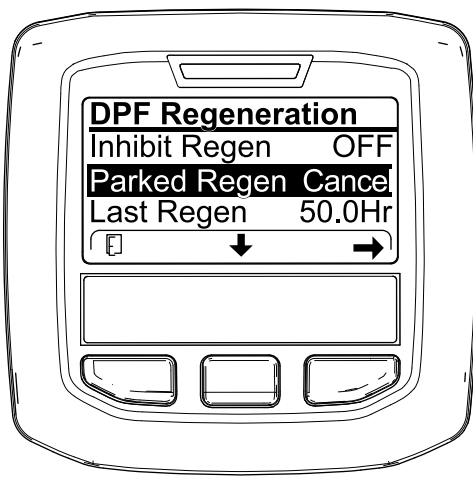
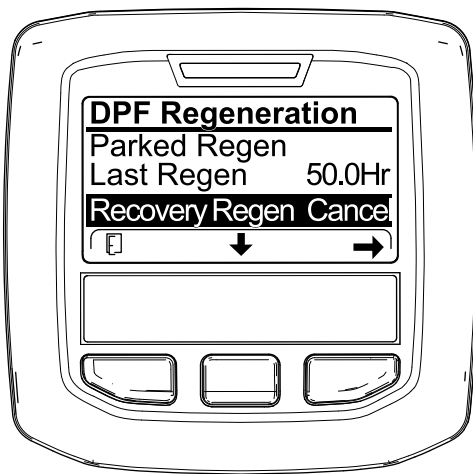

Figura 52
Figura 53
- Acceda al menú DPF Regeneration (Regeneración de DPF) (Figura 52).
2. Pulse el botón central para desplazarse hacia abajo, hasta la opción PARKED REGEN CANCEL (Cancelación de regeneración con máquina aparcada) (Figura 52) o la opción RECOVERY REGEN CANCEL (Cancelación de regeneración de recuperación) (Figura 53).
3. Pulse el botón derecho para seleccionar la opción Regen Cancel (Cancelación de regeneración) (Figura 52 o Figura 53).